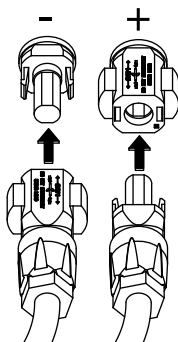

Fig. 31: Tilslutning af FV-streng
6. Isæt DC-ledningernes bøsninger og stik ved vekselstrømsomformeren. **Fig. 31**